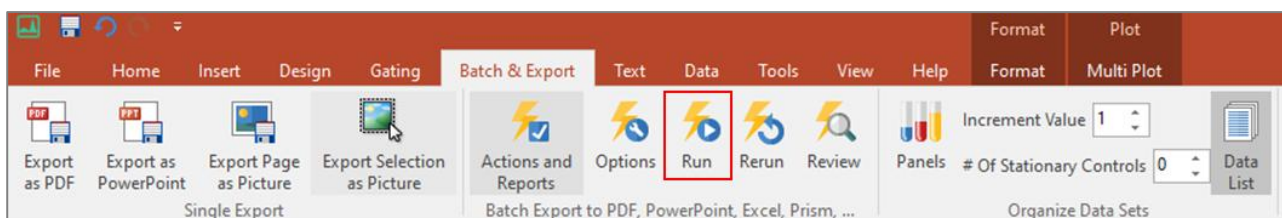

Abbildung 8. Ansicht des Reiters *Batch & Export* in FCS Express sowie Lage von *Run*
4. Überprüfen Sie in FCS Express, ob die Populationen in den vorgesehenen Gats liegen und passen sie bei Bedarf leicht an. Klicken Sie dazu das entsprechende Gate an und verschieben es an die gewünschte Position. Klicken Sie unter dem Reiter *Batch & Export* auf *Run* (siehe Abbildung 8).